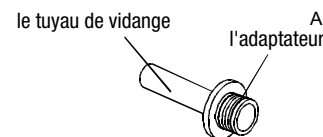

Fig. 7
- Installez le tuyau de vidange sur l'adaptateur A. (Voir Fig. 7, placé dans le bac).